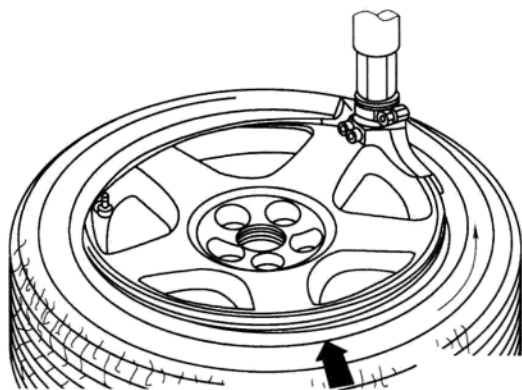

图 5-2-7 轮胎的安装示意图
(3) 安装轮胎, 旋入新的镀镍气门芯。装上轮胎, 在气门区不要使用压出铲。在对着车轮电子装置约 180° 的地方放入拉拔头, 将轮胎在拉拔头前约 90° 的位置上压入凹槽, 如图 5-2-7 中箭头所示。
(4) 给轮胎充气, 然后拧上塑料帽。
(5) 给轮胎作动平衡。